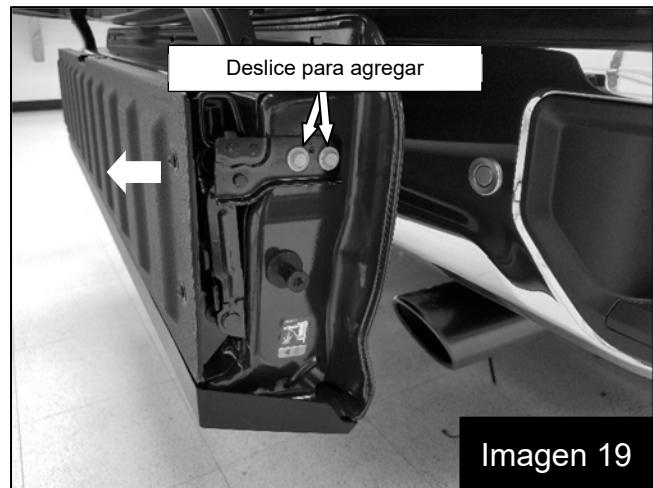

Imagen 19
33. Cierre el peldaño sobre la pantalla acústica del altavoz y verifique el espacio libre entre el peldaño y la pantalla acústica. Si se necesita más espacio libre, abra la compuerta trasera interior y afloje los dos pernos de las bisagras de cada lado. Deslice el peldaño para alejarlo de la pantalla acústica y vuelva a ajustar los pernos de la bisagra. Vuelva a revisar el espacio libre y asegúrese de que el peldaño aún se cierre fácilmente. (Imagen 19)